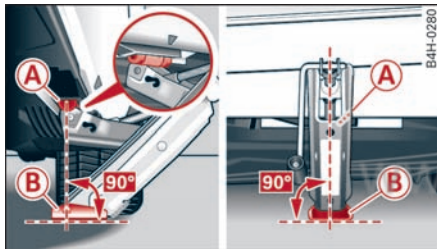

图 249 边梁：支起汽车千斤顶
- ▶ 将汽车千斤顶*放置在下边梁上的支撑点下方并转动摇把将其升高，直到卡槽 A ⇒ 图 249 处在规定的塑料定位座下方。